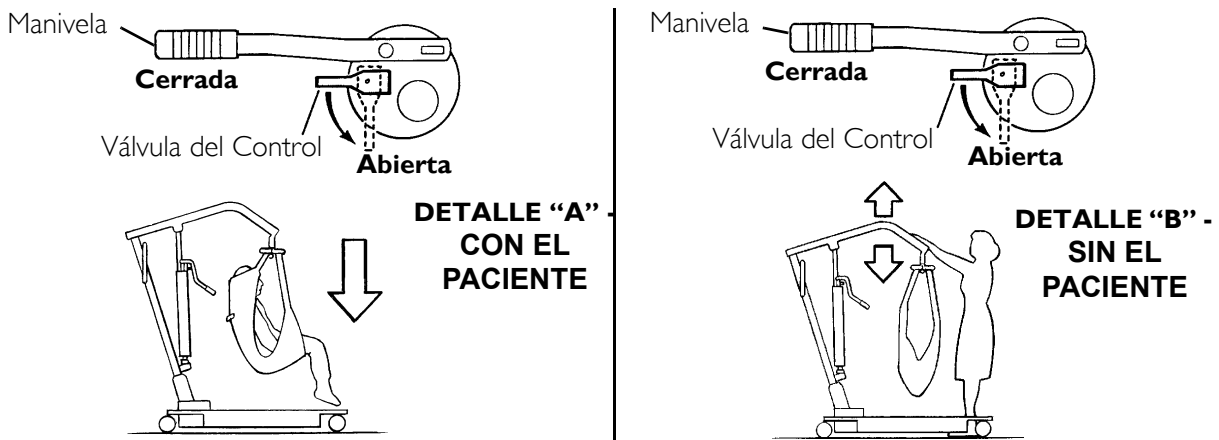

FIGURA 3.1 Bajando el Levantador
- Cuidadosamente abra la válvula del control. See Detail "A" of FIGURA 3.1.
- Abra la válvula del control y jale el brazo hacia ABAJO. See Detail "B" of FIGURA 3.1.